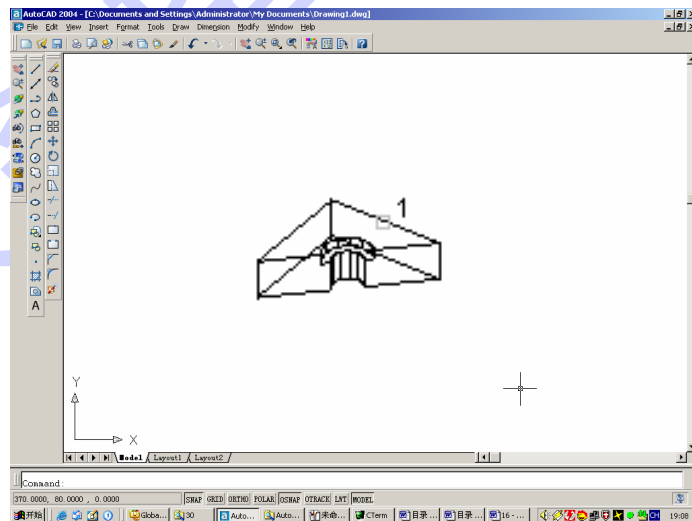

图 16-35 保留平面选取点一侧实体
2) Specify a point on the desired side of the plane 保留平面选取点一侧实体，如图 16-35 所示。